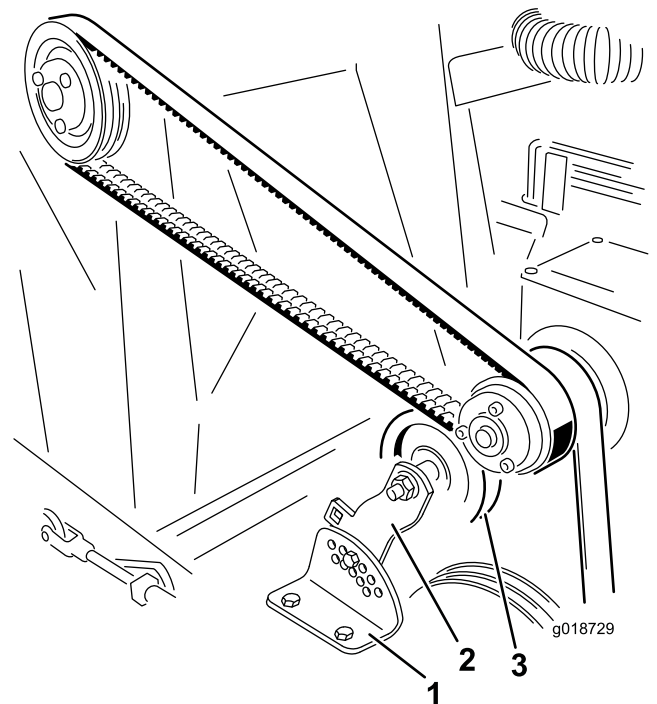

图23
2. 卸下将惰轮皮带轮支架固定到张紧力调节支架的螺母和螺栓（图23）。